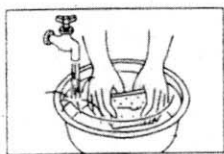

Рис.8
- Вытащите входной и выходной фильтры. Промойте их тщательно под струей негорячей воды (рис.8).